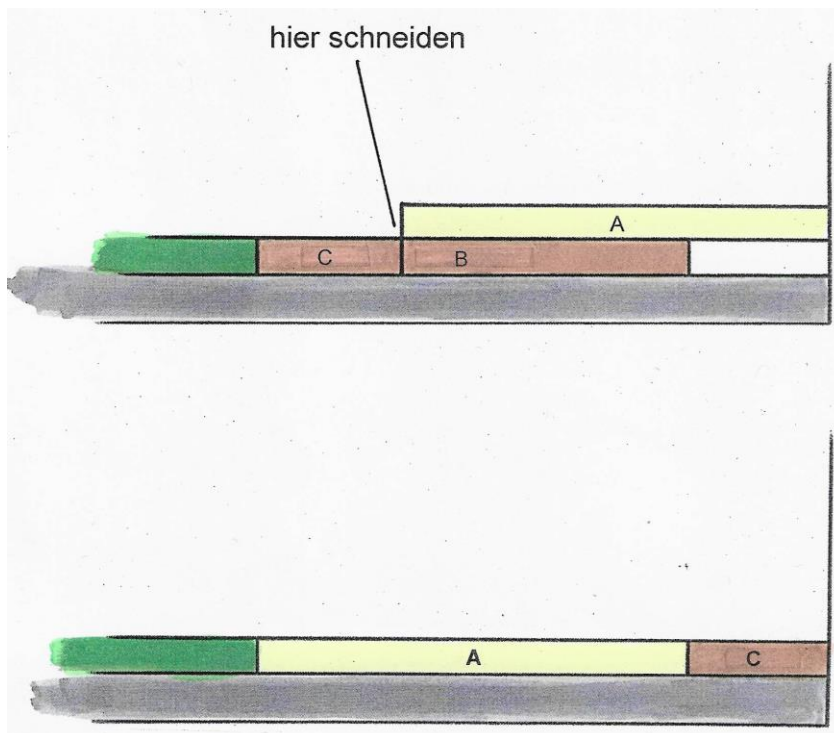

Abb. 06: Verlegen
- Sie können aber auch das vermeintlich anzupassende Element auf die zuletzt ausgelegte komplette Teppichbodenfliese so auflegen, dass diese genau an die Wand stößt. Jetzt können Sie die untenliegende Teppichbodenfliese an der Kante der darauf liegenden Teppichbodenfliese mittels Messer, eventuell unter Zuhilfenahme einer Schiene, durchschneiden. Danach tauschen Sie einfach die Positionen der beiden Teppichbodenfliesen (Abb. 06).